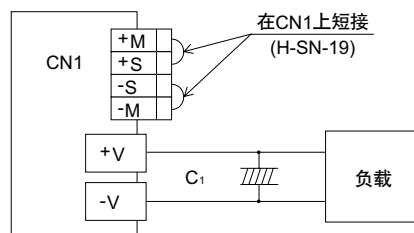
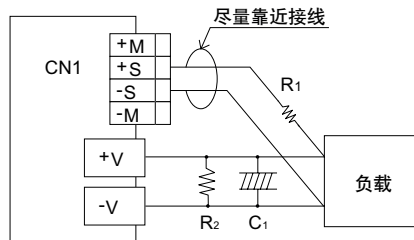

图2.4 不使用遥感补偿功能时
图2.5 使用遥感补偿功能时
■如果不使用遥感补偿功能，请参见图2.4。如果使用遥感补偿功能，则请参见图2.5。